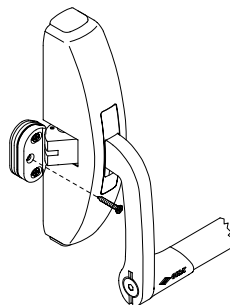

FIG. 15
- 14) Eseguire il terzo foro H5 = 2,6 mm e fissare definitivamente la bocchetta (fig. 15).
- 14) Drill the third hole H5 = 2,6 mm and fix the striker permanently (Fig. 15).
- 14) Réaliser le troisième trou H5 = 2,6 mm et fixer définitivement la gâche (fig. 15).
- 14) Practique el tercer orificio de 2,6 mm y fije definitivamente el batiente (Fig. 15).
- 14) Een derde gat H5 = 2,6 mm boren en de schootplaat definitief bevestigen (afb. 15).
- 14) Die dritte Bohrung H5=2,6 mm durchführen und den Beschlag endgültig befestigen (Abb. 15).